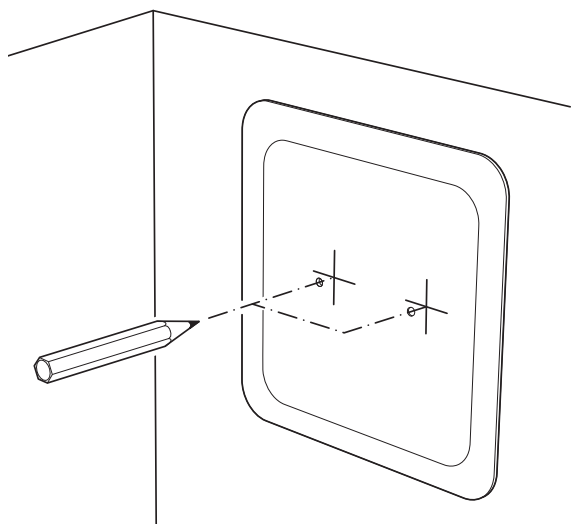

Fig. 16
- Marquer avec un crayon les deux emplacements pour les vis à bois demi-rondes (Fig. 16).